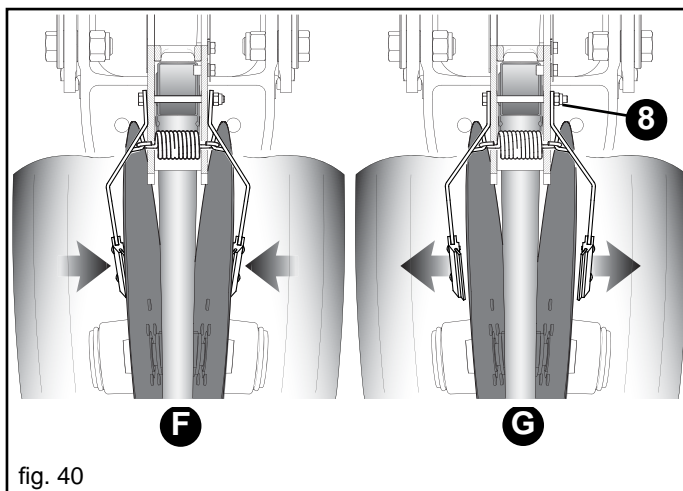

fig. 40
Gli elementi di semina vengo forniti con i raschiaterra nella configurazione di lavoro (F, Fig. 40), quindi aderenti ai dischi assolcatori. All'occorrenza agire sulla vite (8) per escludere ed attivare l'effetto dei raschiaterra: